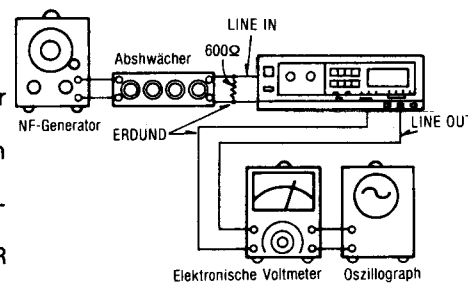

Fig. 15
- Den Meßaufbau zeigt Fig. 15.
- Der Meßaufbau zeigt Fig. 15.